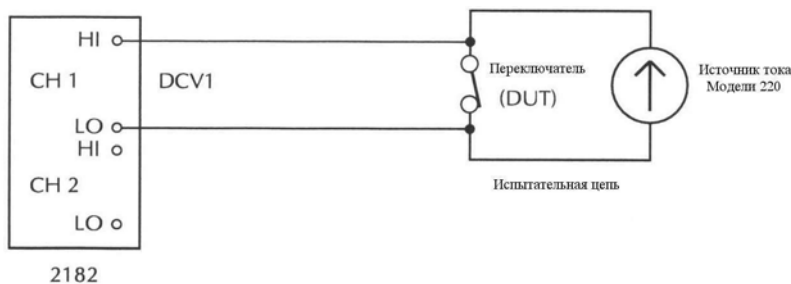

Рисунок 2-11
**Переключатели малой мощности** — Рисунок 2-11 показывает, как Модель 2182 может использоваться для измерения сопротивления контактов переключателя. Постоянный ток подается от источника тока фирмы Keithley Модели 220, который может обеспечить величину тока до 100 мА. Чтобы избежать пробоя оксидной пленки, напряжение на контактах переключателя должно быть  $\leq 20$  мВ. Такое ограничение напряжения обеспечивается выбором соответствующей величины тока. Например, при сопротивлении контакта 500 мОм величина тока не должна превышать 40 мА.